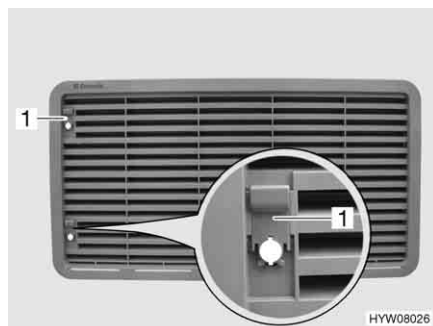

Fig. 121 Griglia di aerazione del frigorifero (con cursore)
- Spingere il cursore (Fig. 121,1) verso l'alto.